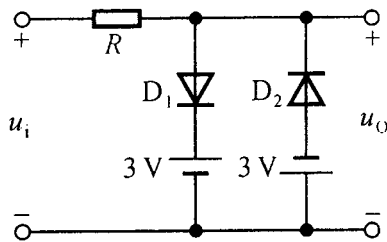

图 T1.1
1. 电路如图 T1.1 所示, 已知 $u_i = 5\sin \omega t$ (V), 二极管导通电压 $U_D = 0.7V$ 。试画出 u_i 与 u_o 的波形, 并标出幅值。